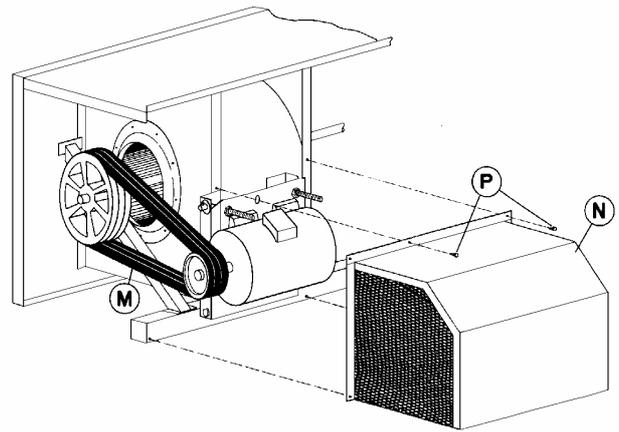

Figura 17 – Instalação da protecção do motor e das roldanas da correia
6. Montar as correias **M** á volta da polia do ventilador e da polia do motor, como ilustrado na figura 17. Ajuste as porcas dos parafusos em forma J para esticar as correias. Não esticar demasiado as correias. Quando as correias estiverem ajustadas correctamente, a deflexão no centro deverá ser cerca de 13 mm com razoável pressão da mão.